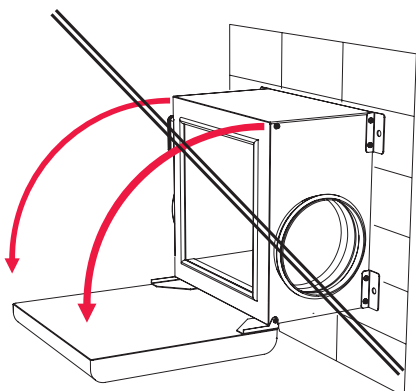

Fig. 5.5.3 Upassende ventilatormontering
- Ventilatoren kan monteres på væggen, gulvet eller i loftet. Der medfølger fire (4) fastgørelsesskruer til dette formål.
- Upassende ventilatormontering er vist i Fig. 5.5.3.